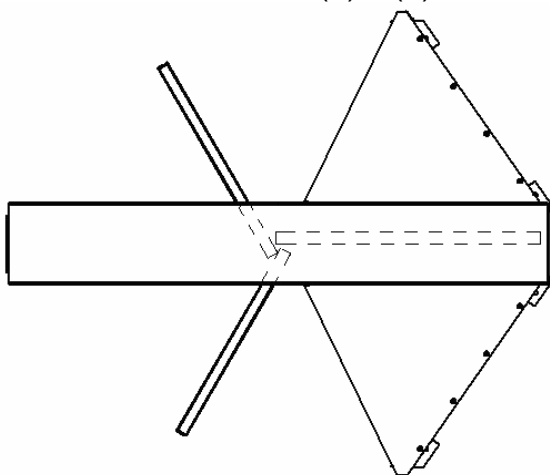

Рисунок 11. Исходное положение створок турникета (вид сверху) для бесшлюзовых режимов работы
2. Придерживая полумуфты, отверните болты муфтового соединения (16) и снимите полумуфты;
- Для обеспечения возможности работы турникета в **бесшлюзовых** режимах перекройте зону прохода **одной** створкой, расположив ее вдоль оси симметрии монтажных отверстий в направлении к стыку секций (6) и (7) формователя прохода (см. рис. 11).